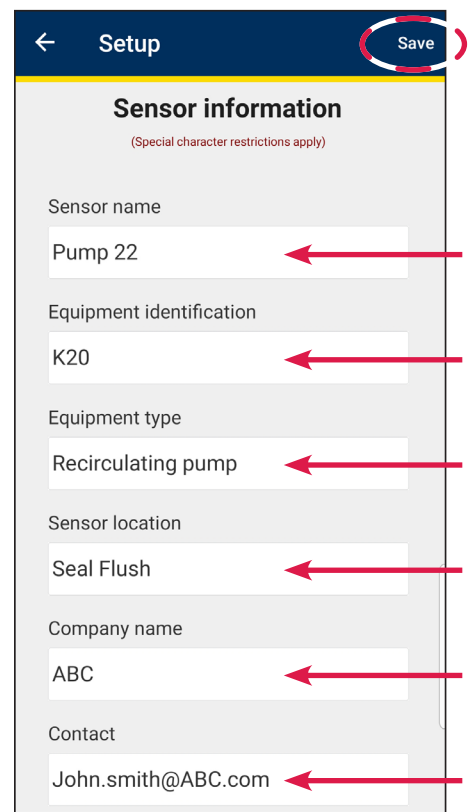

Abbildung 4
5. Das Gerät wird mit einem vorkonfigurierten Namen geliefert. Ändern Sie diesen, damit er besser identifizierbar ist. Füllen Sie dann die Sensordaten aus (siehe Abbildung 4).